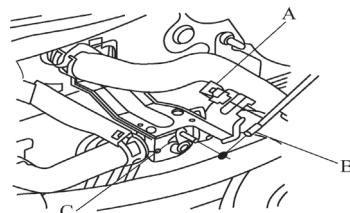

图 5-149 从加热器阀臂上
1) 如图 5-149 所示，在发动机舱盖下打开拉线夹 A，然后从加热器阀臂 C 上拆出，加热器阀拉线 B。